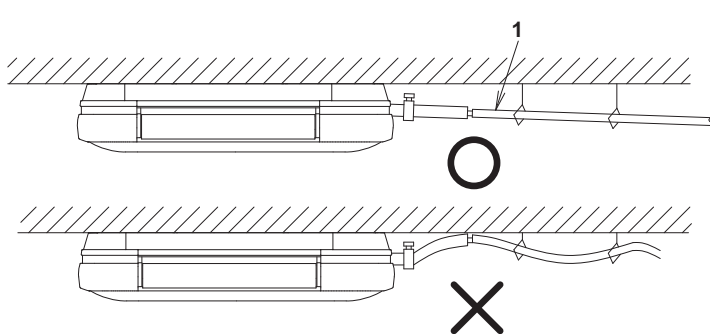

Bild 28
- 1 Tätningsmaterial (stort) (8) (tillbehör)
- 2 Böj (10) (tillbehör)
- 3 Metalklämma (2) (tillbehör)
- 6 Dräneringsslang (1) (tillbehör)
- Dräneringsröret bör vara kort, luta nedåt med minst 1/100 och förhindra att luftfickor bildas. (Se bild 28) (Det kan ge upphov till onormala ljud, t.ex. bubblande.)